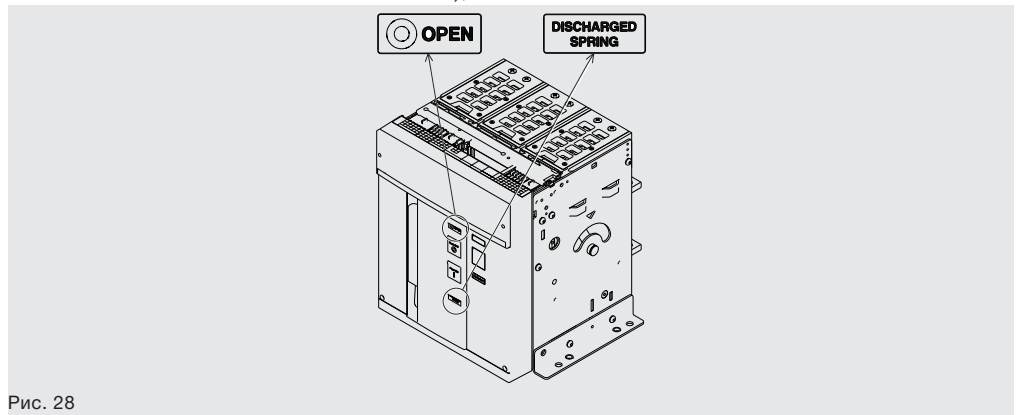

Рис. 28
7. Убедиться, что автоматический выключатель разомкнут (соответствующий индикатор находится в положении «O - OPEN»), и что пружины включения находятся в разряженном состоянии (индикатор состояния пружин имеет вид «белый - DISCHARGED SPRING»), как показано на Рис. 28.